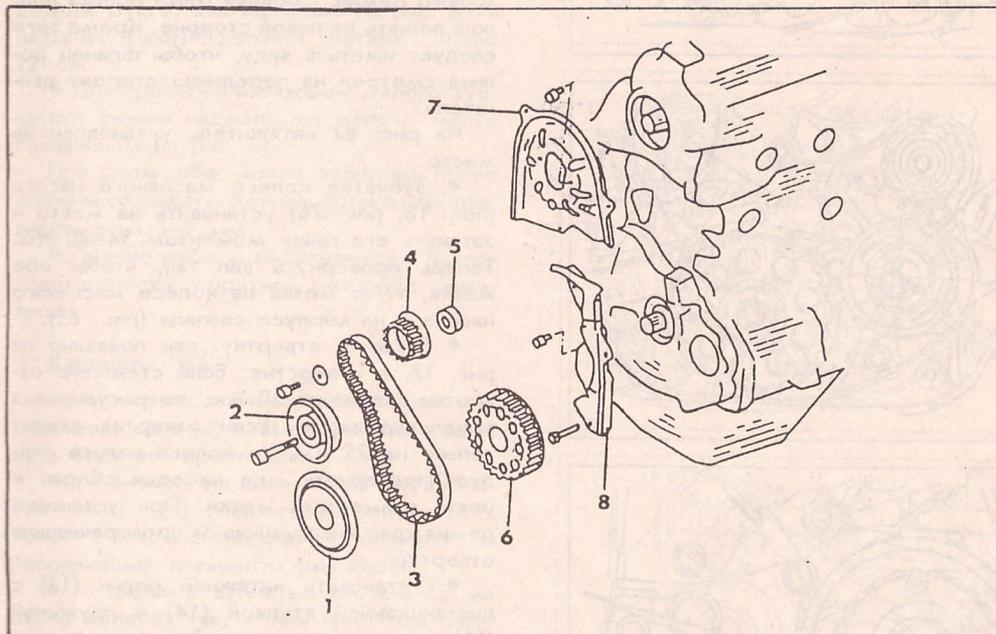

Рис. 80.
Детали привода газораспределения показаны на рис. 76 и 77 (без привода балансировочного вала). Установка балансировочных валов показана на рис. 80.
Установить балансировочный вал (4) на рис. 80 вместе с дистанционной втулкой (5) и предварительно зажать болтом.